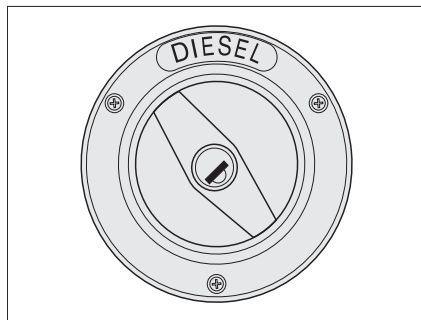

Fig. 29 Tapa de cierre para el tubo de llenado de combustible
- Introducir la llave en el cilindro de cierre (Fig. 29,1) y girar en sentido contrario a las agujas del reloj.